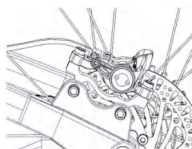
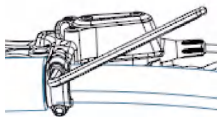

Figura 2-3 Direzione di assemblaggio del disco
Figura 2-4 Metodo di installazione della maniglia del disco
- ① Installare il supporto di conversione del freno a disco anteriore/posteriore sul foro della vite di supporto (come mostrato nella Figura 2-3).
- ② Allentare le viti di fissaggio del corpo della pinza del disco per mettere il corpo della pinza del disco in uno stato di regolazione fine, quindi installare la sede di conversione sul telaio.
- ① Fissare prima la maniglia del disco.
- ② Serrare una vite fino a metà, quindi serrare l'altra vite e infine rimettere la vite originale per serrarla (come mostrato nella Figura 2-4).
- ③ Coppia di bloccaggio della leva del freno a disco = 60~80 kgf-cm (52~69 lb-in)
- ④ Afferrare la maniglia della pinza del disco per mantenerla premuta e stringere le viti di fissaggio del corpo della pinza del disco mentre il blocco del freno preme il disco.
- ⑤ Tirare più volte la leva del freno a disco per verificare se l'azione frenante è normale e se vi sono perdite di olio.
- ⑥ Coppia di serraggio della vite di fissaggio del sedile di conversione = 70~90kgf-cm